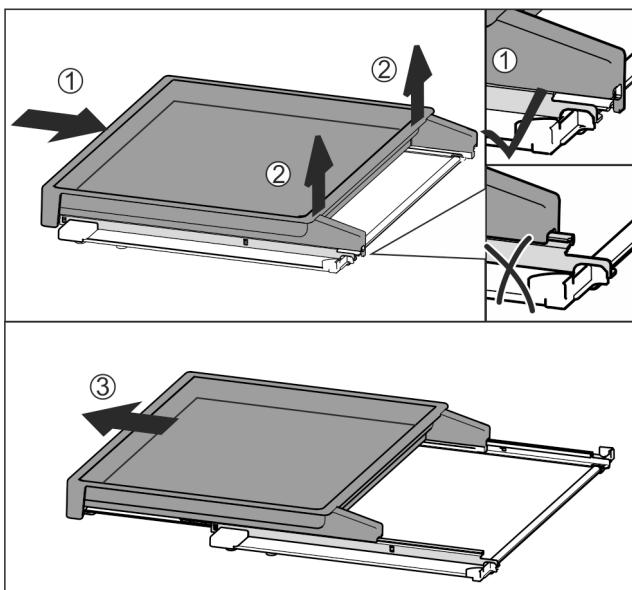

Fig. 133
- Вкарайте изцяло изтеглящата се дъска Fig. 133 (1).
- Освободете фиксатора от задната страна Fig. 133 (2).
- Извадете напред изтеглящата се дъска Fig. 133 (3).